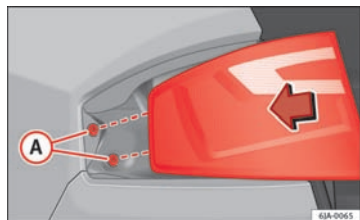

Fig. 160 Montering af baglygte
- Tryk baglygten bagud (i kørselsretningen), så fastgørelserne griber fat i gummibøsningerne ⇒ Fig. 160 **A**.